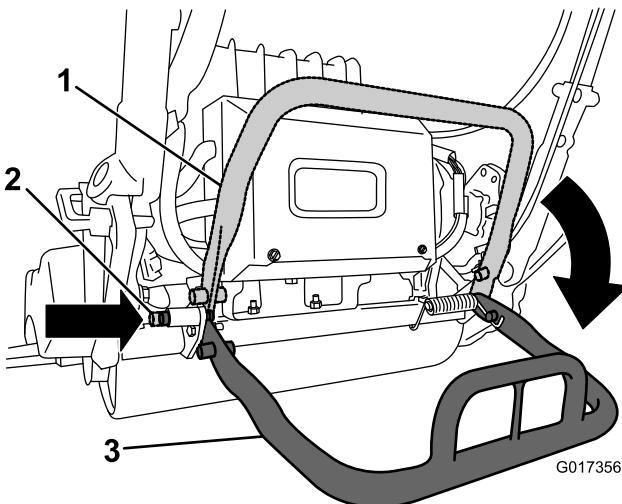

Figure 29
- Pour utiliser la béquille quand vous déposez le cylindre, abaissez-la et enfoncez la goupille de blocage pour verrouiller la béquille en position d'utilisation (Figure 29).